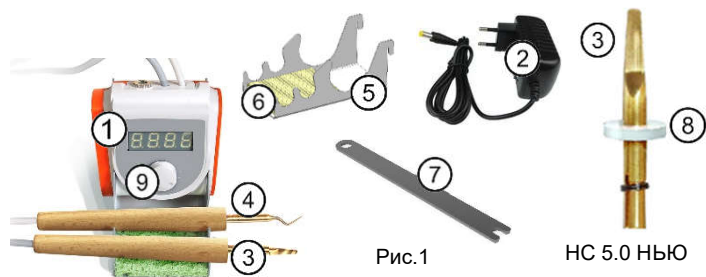

Рис.2
- для большего удобства при работе рекомендуется держатель ХОЛДЕР 2.0 ТУЛЗ (рис.2, по доп.заявке).